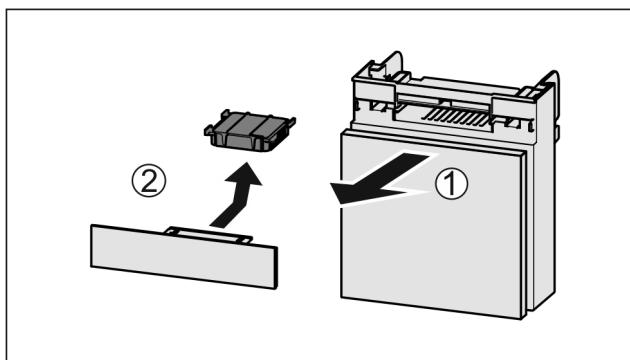

Fig. 168
- ▶ 向前拉出 Fig. 168 (1) 抽屉。
- ▶ 取出 Fig. 168 (2) 活性炭过滤器。